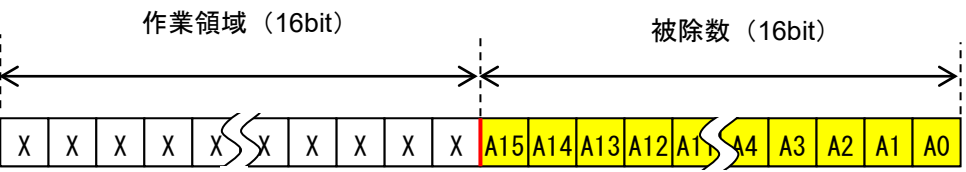

図 3.7 16 回目の実行結果
⑥ 同様のシフトと減算を合計で 16 回繰り返すことで、作業領域と被除数は図 3.7 に示すようになります。ここで、作業領域には剰余が格納され、被除数(領域)には商が格納されます。